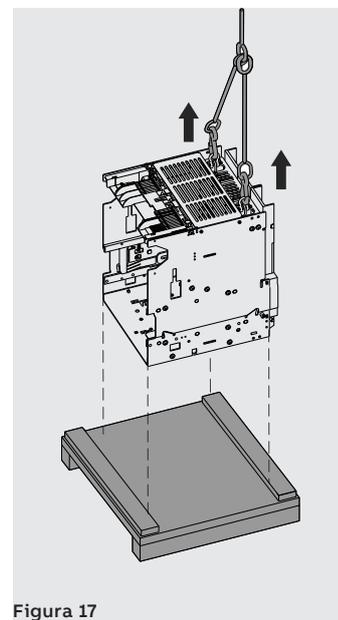

Figura 17
1. Sollevare la parte fissa dalla base dell'imballo mediante l'ausilio di due ganci forniti a corredo della parte fissa. Vedi Figura 17.